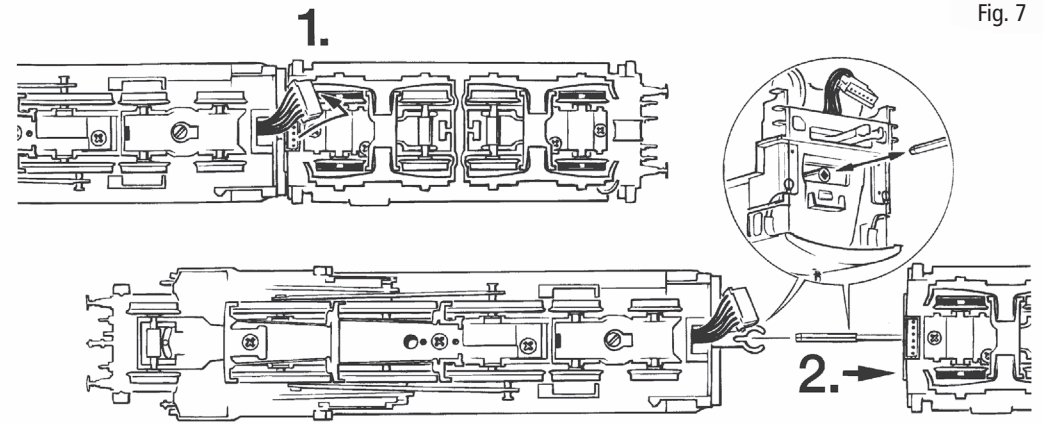

Fig. 8
2. Schmierung: Versehen Sie die im Schmierplan in Fig. 12 gekennzeichneten Stellen mit nur **kleinen Öltropfen**. Dazu Tendergehäuse abnehmen (Fig. 8). Wir empfehlen den ROCO **Öler Art.-Nr. 10906**. Fürs Schmieren der Getriebeteile (Zahnräder, Schnecke) empfehlen wir das **ROCO-Spezialfett Art.-Nr. 10905**. Im Falle der Schmierung diese Teile **nicht ölen**.
6. Kohlebürstenwechsel: Tendergehäuse abnehmen (Fig. 8). Danach wird der **Motor ausgebaut** und die **Kohlebürsten ausgewechselt** (Fig. 13).
2. Lubrication: Apply **tiny oil drops** to spots marked in fig. 12. Prior to lubrication dismantle the tender body (fig. 8). We recommend using item no. **10906, Roco oiler**. For lubrication the gearparts (e.g. cogwheels, worm) we would recommend our Roco **special grease** (item no. **10905**).
6. Carbon Brush Changing: First remove tender body (fig. 8), and then the motor (fig. 13).
2. Graissage: N'appliquez **qu'une toute petite goutte** aux endroits indiqués par le plan de graissage (fig. 12) après avoir démonté la caisse du locomotive/tender (fig. 8). Nous vous recommandons **le graisseur à huile Roco réf. 10906**.
Démontez la caisse du tender (voir fig. 8). Sortez ensuite le moteur de son longement (voir fig. 13) et échangez finalement le balais.
voir } Fig. 8